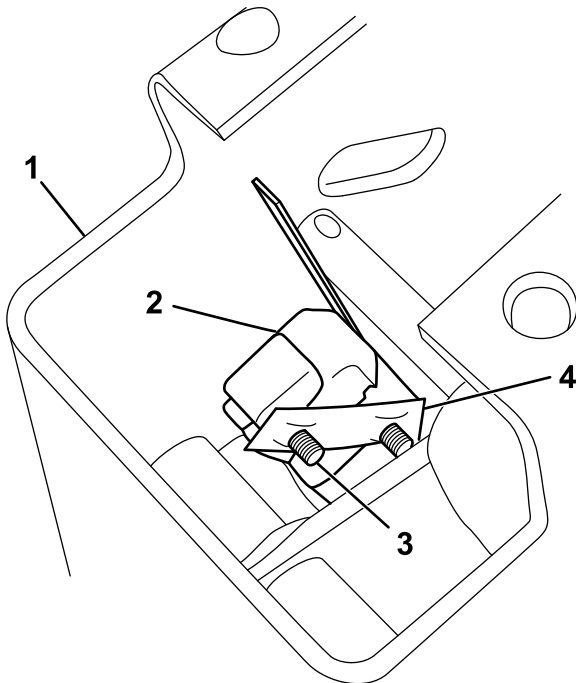

Bild 2
4. Montieren Sie den Schalter mit zwei Schrauben (Nr. 4 x ¾") und der Blechmutter an der rechten Seite des Ganghebels (**Bild 2**).